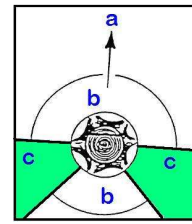

Fig.12
Cette voie de retraite doit s'étendre vers l'arrière et en diagonale derrière la ligne de chute prévue comme l'illustre la Fig.12.
voir Fig.12 : (a) Sens de chute de l'arbre ; (b) zone de danger ; (c)
2. Nettoyer la zone de travail autour de l'arbre. Prévoir une voie de retraite (Fig.12) pour le moment où l'arbre va tomber et bien se caler les pieds pour assurer sa posture.